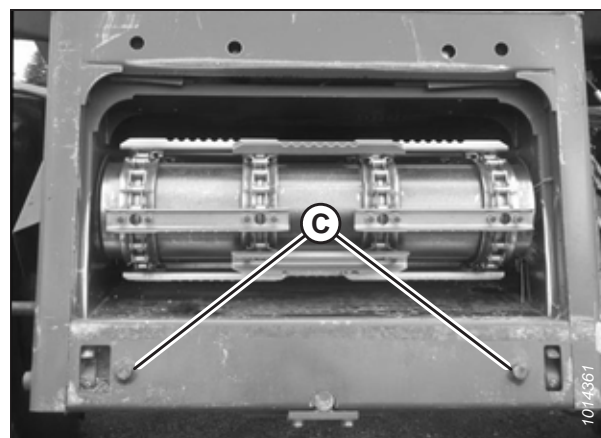

Figura 3.41: Pinos de alinhamento do Grupo AGCO
3. Dê partida no motor e aproxime lentamente da plataforma até que o alimentador esteja diretamente sob a travessa superior do módulo de flutuação (A) e os pinos de alinhamento (C) (consulte a Figura 3.41, página 55) no alimentador estejam alinhados com os furos (B) na estrutura do módulo de flutuação.